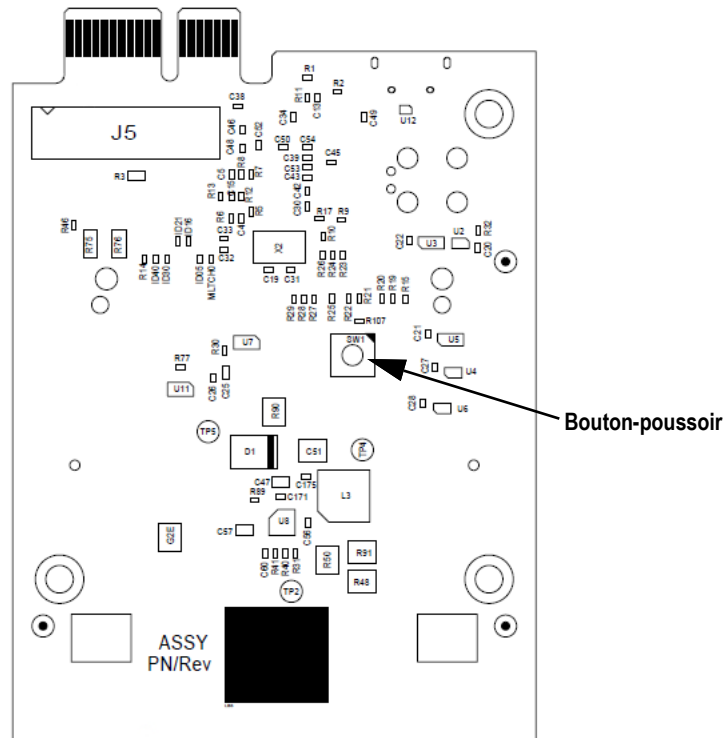

Figure 10-4. Emplacement du bouton-poussoir sur la carte hôte Anybus (réf. 164756)
6. Tout en maintenant le bouton-poussoir de la carte enfoncé, brancher l'extrémité micro USB dans le connecteur J4 (voir la Figure 10-4). Le PC détecte un périphérique USB amovible appelé *CRP DISABLD*.